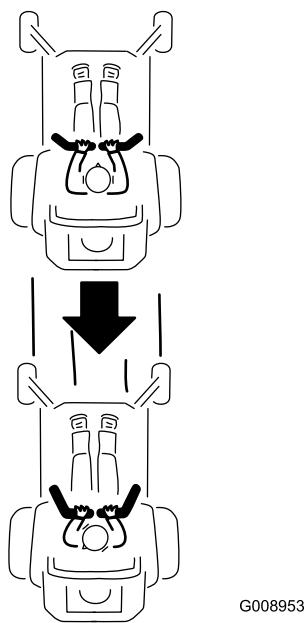

Figure 35
2. Pour vous déplacer en marche arrière, tirez lentement les leviers en arrière (Figure 35).